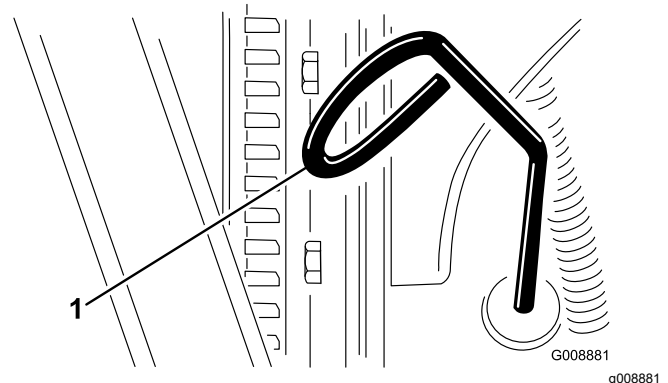

Bild 27
2. Nehmen Sie den Peilstab (Bild 27) heraus und wischen Sie ihn mit einem sauberen Lappen ab.